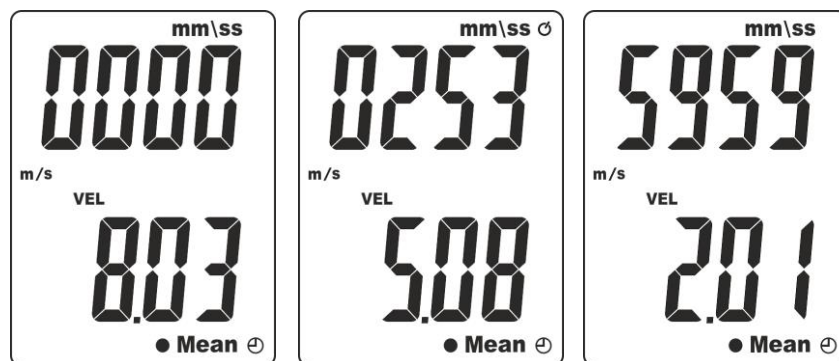

Abb. 9: Durchschnittlicher Wert der Geschwindigkeit im Zeitablauf
5. Drücken und halten Sie (>2s) die Taste **MEAN**. Die Symbole "Mean" und "⌚" und die Luftgeschwindigkeit werden entsprechend im Unterteil des Displays und im sekundären Display angezeigt, während die Symbole "0000" und "mm/ss" (Timer in Minuten/Sekunden) werden im Hauptdisplay angezeigt (siehe Abb. 9 – linke Seite).
6. Drücken Sie die Taste **ENT** zur Aktivierung der Messzeit (Messbereich: **1s ÷ 59min, 59sec**) im Hauptdisplay, während die Messung der Luftgeschwindigkeit noch läuft (siehe Abb. 9 – Mitte in Bezug auf eine Messzeit von 2min e 53s)
8. Drücken Sie die Taste **MEAN** zum Beenden der Messung. Die Symbole "Mean" und "⌚" blinken im Display und der Mittelwert der Messungen berechnet über die Zeit mit einer Abtastrate von 1s erscheint im sekundären Display (siehe Abb. 9 – rechte Seite)
9. Für eine Messzeit von mehr als **20 Minuten** (siehe Abb. 9 – rechte Seite) ist es erforderlich, die automatische Abschaltfunktion zu deaktivieren (siehe § 4.4)